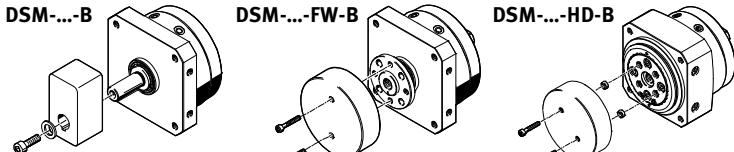

Fig. 9
- 将运动负载推上输出轴（中心轴/法兰轴/转盘）(Fig. 9)